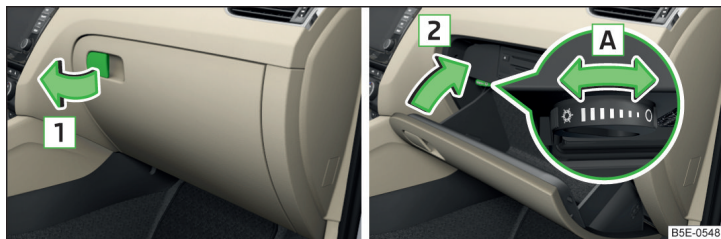

Fig. 98 Ouverture du vide-poches / commande de l'arrivée d'air
- Tirez la poignée du couvercle vers la flèche **1** » fig. 98 et rabattez le couvercle.
- Rabattez le couvercle vers le haut dans le sens contraire à la flèche **2** » fig. 98 jusqu'à ce qu'il s'enclenche de façon audible.
En tournant le commutateur dans le sens de la flèche **A** jusqu'à la butée, l'arrivée d'air peut être contrôlée » fig. 98.